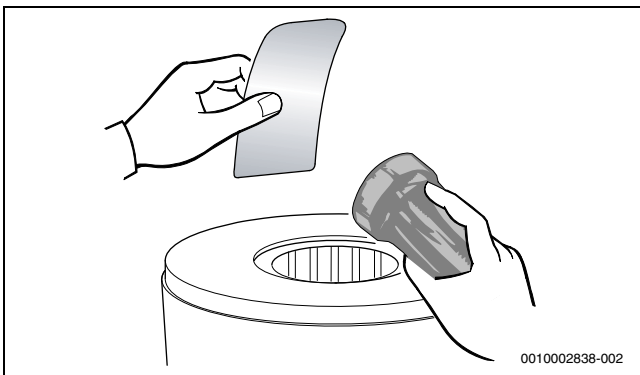

Bild 66 Wärmeblock auf Rückstände prüfen
- Wärmeblock erneut auf Rückstände prüfen (→ Bild 66).